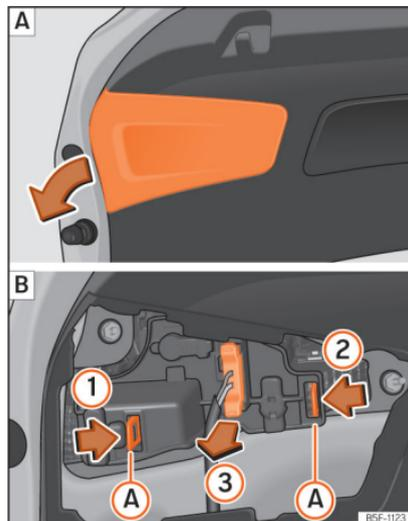

Abb. 117 Abdeckung der Heckklappe entfernen und Lampenträger ausbauen.
- Nehmen Sie die Abdeckung der Heckklappe in Pfeilrichtung ab »» **Abb. 117 [A]**.
- Entriegeln Sie die Befestigungsglaschen **(A)** des Lampenträgers in Pfeilrichtung **(1)** und **(2)** »» **Abb. 117 [B]**.
- Ziehen Sie den Lampenträger in Pfeilrichtung heraus **(3)** »» **Abb. 117 [B]**.
- Bauen Sie den Lampenträger ein und achten Sie darauf, dass die Halteclips **(A)** »» **Abb. 117 [B]** richtig befestigt sind.